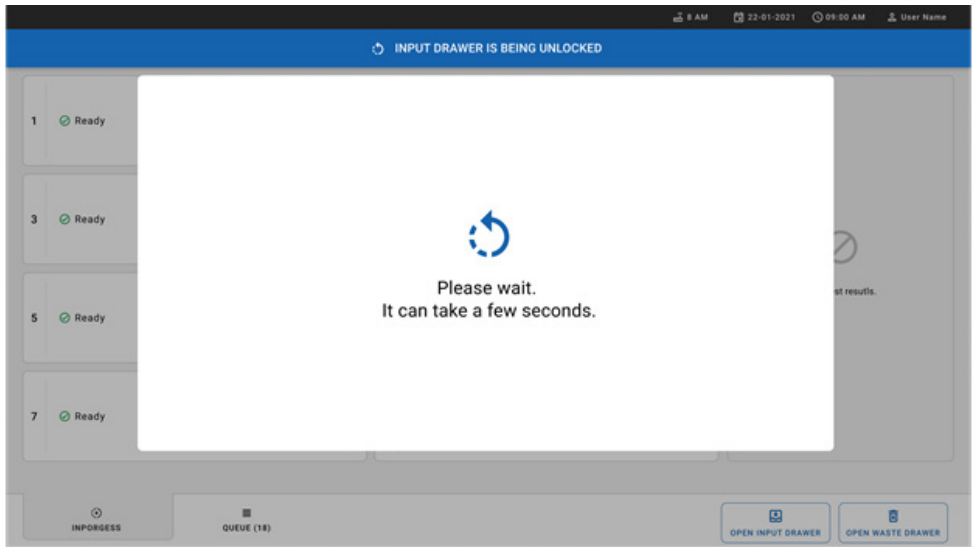

Figura 21. Caseta de dialog pentru sertarul de introducere în așteptare.
5. Așteptați până când sertarul de introducere este deblocat (Figura 21).